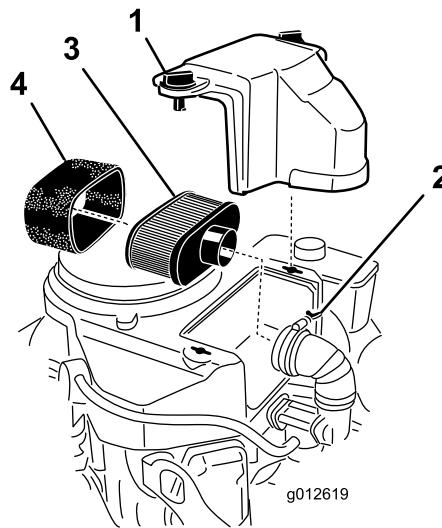

Figure 39
3. Nettoyez la surface autour du filtre à air pour éviter que des impuretés n'endommagent le moteur en tombant à l'intérieur (Figure 39).
4. Dévissez les boutons du couvercle et déposez le couvercle du filtre à air (Figure 39).
5. Dévissez le collier et déposez le filtre à air (Figure 39).
6. Sortez délicatement l'élément en mousse de l'élément en papier (Figure 39).
1. Glissez délicatement l'élément en mousse sur l'élément en papier (Figure 39).
2. Posez le filtre à air complet sur sa base ou sur le flexible et fixez-le en position (Figure 39).
3. Mettez le couvercle du filtre en place et serrez le bouton (Figure 39).